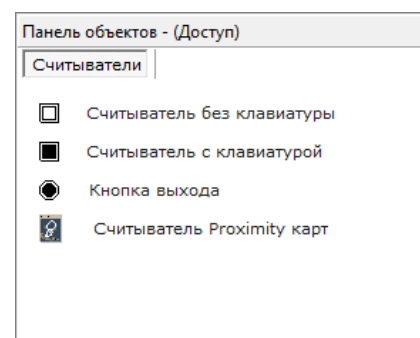

Рисунок 6-493 Панель объектов - Доступ для считывателя
- «Считыватели» (см. Рисунок 6-493) – при выборе объекта «Считыватель».